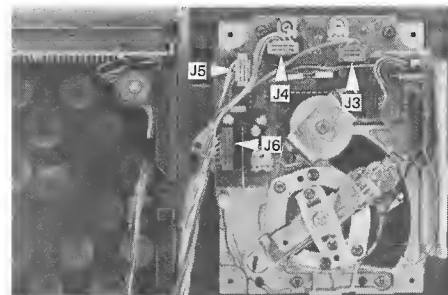

Fig. 2.6
- Anstelle der sechs Steckverbindungen sind nur deren vier zu lösen (siehe Fig. 2.6).